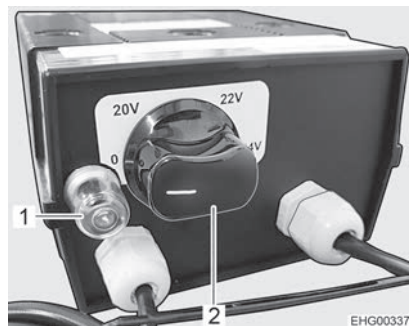

Bild 129 Reglage för elektrisk golvvärme
- Ställ vridregulatorn (Bild 129,2) på önskad värmeeffekt.
Slå från: ■ Ställ vridregulatorn (Bild 129,2) på "0".
Om regulatorn överbelastas aktiveras överbelastningsskyddet. Stiftet (Bild 129,1) skjuts ut.
■ Tryck in stiftet (Bild 129,1) på överbelastningsskyddet igen när regulatorn har svalnat.